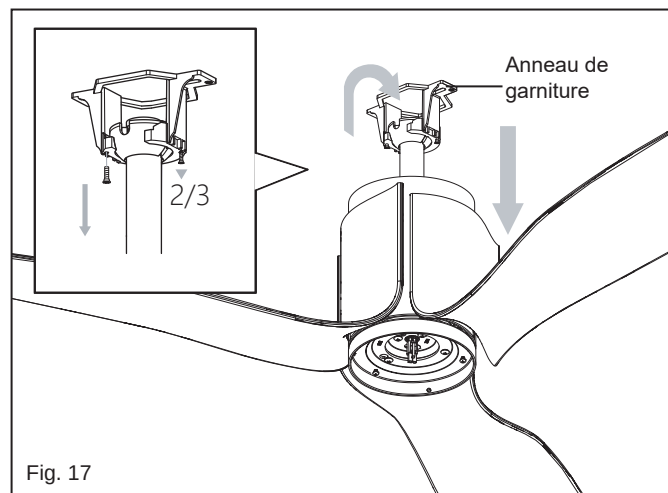

Fig. 17
- 2 Retirez une vis du support et desserrez l'autre vis du support. (Fig. 17)